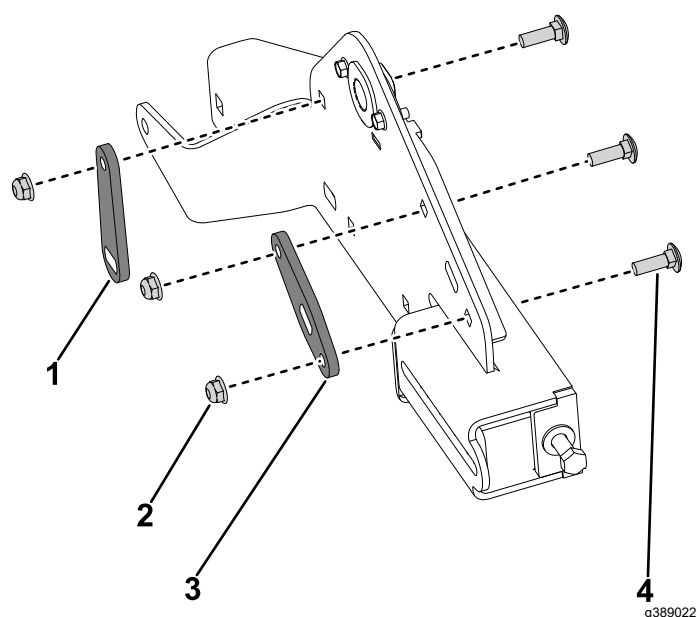

Figura 29
4. Instale a nova placa da barra articulada no suporte da lagarta e prenda-a com dois novos parafusos de carroçaria ($\frac{5}{16} \times 1$ pol.) e duas porcas de bloqueio ($\frac{5}{16}$ pol.) (Figura 29).
5. Instale a nova placa do suporte ao suporte da lagarta e prenda-a com o novo parafuso de carroçaria ($\frac{5}{16} \times 1$ pol.) e porca de bloqueio ($\frac{5}{16}$ pol.) (Figura 29).